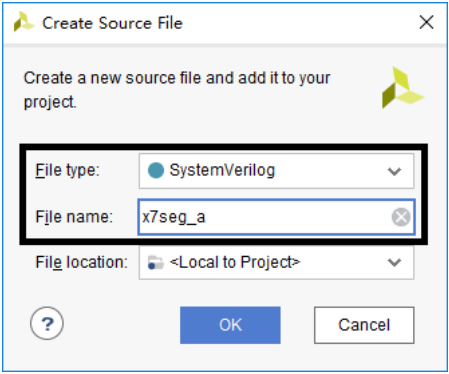

图 1-11 创建设计源文件
(4). 在打开的 Create Sources File 窗口中，如图 1-11 所示，File type 下拉菜